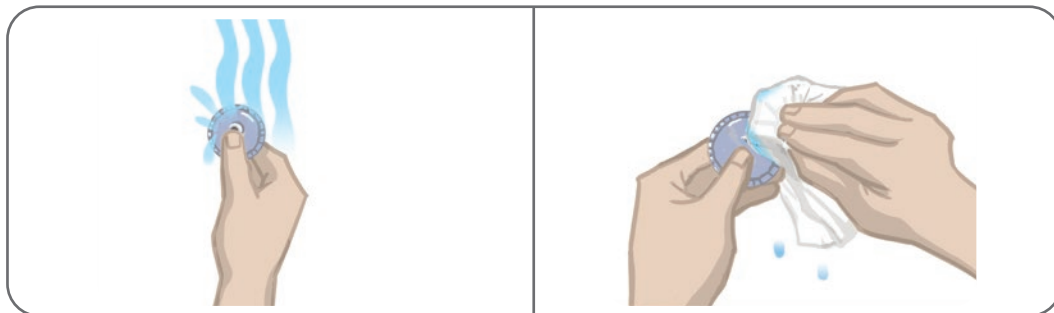

Abbildung 6-5: Befeuchten der Elektrode und Entfernen von überschüssigem Wasser
3. Befeuchten Sie die runden Gewebeelektroden, bis sie sich mit Wasser vollgesogen haben. Siehe Abbildung 6-5.
4. Wischen oder tupfen Sie das überschüssige Wasser vorsichtig mit einem Tuch von der Rückseite der Elektroden (Seite mit dem Druckknopf) ab. Siehe Abbildung 6-5.